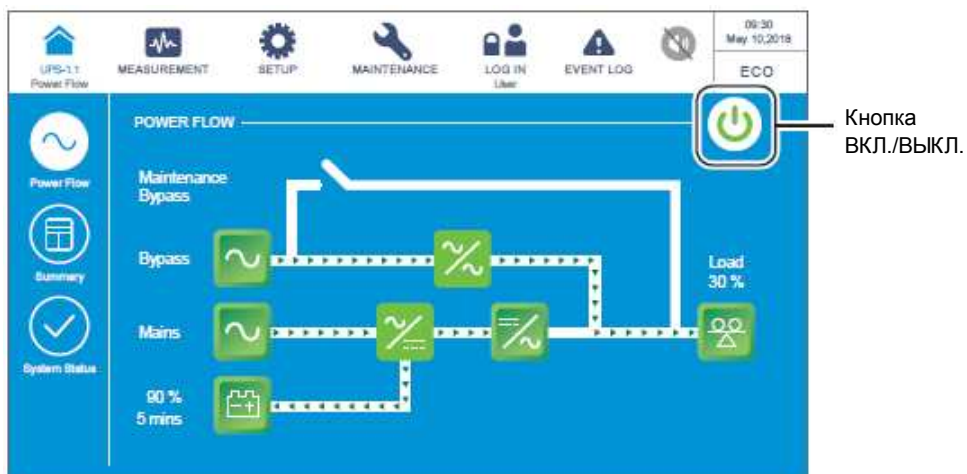

Рисунок 6-52: Экран ECO-режима и расположение кнопки ВКЛ./ВЫКЛ.
- 1 В ECO-режиме на ЖК-дисплее отображается следующий экран (**Рисунок 6-52**), а трехцветный светодиодный индикатор горит зеленым. Расположение трехцветного светодиодного индикатора см. на **Рисунке 2-12**.